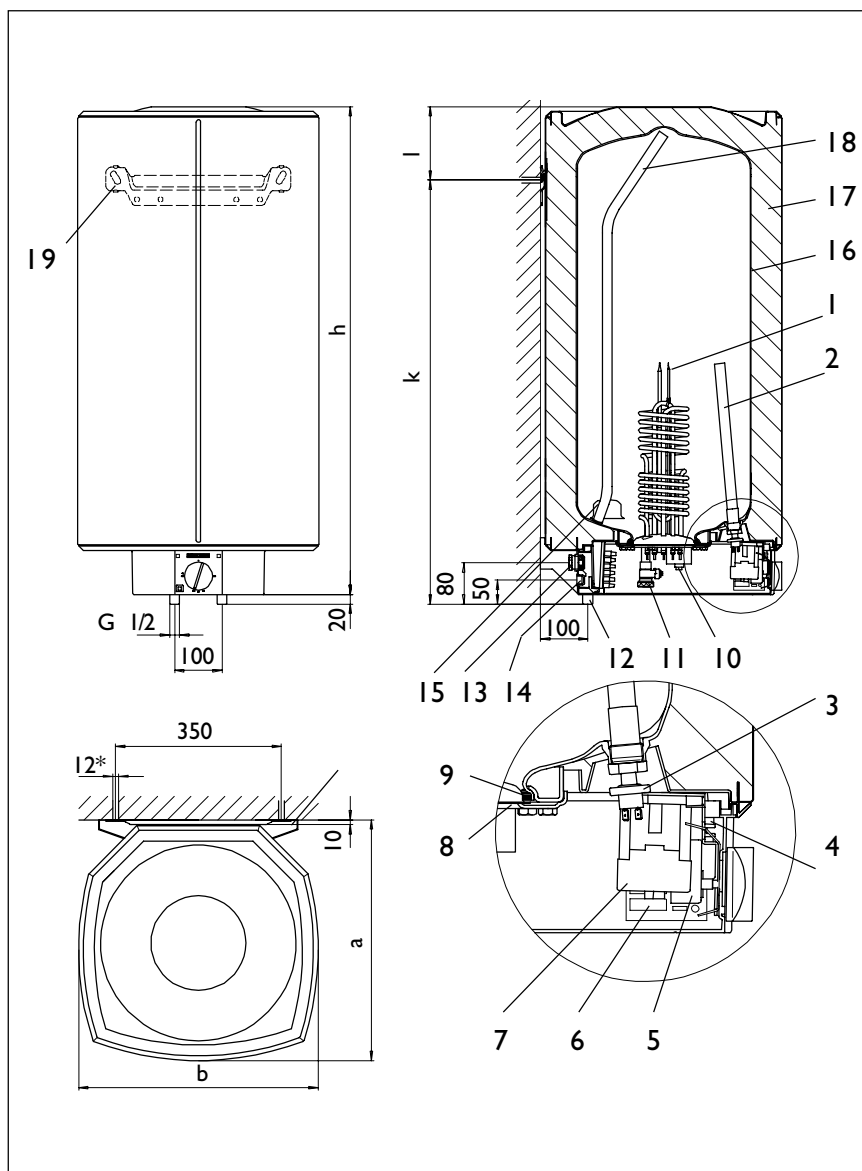

Рис. 4
- Вертикальный монтаж (см.рис.4)